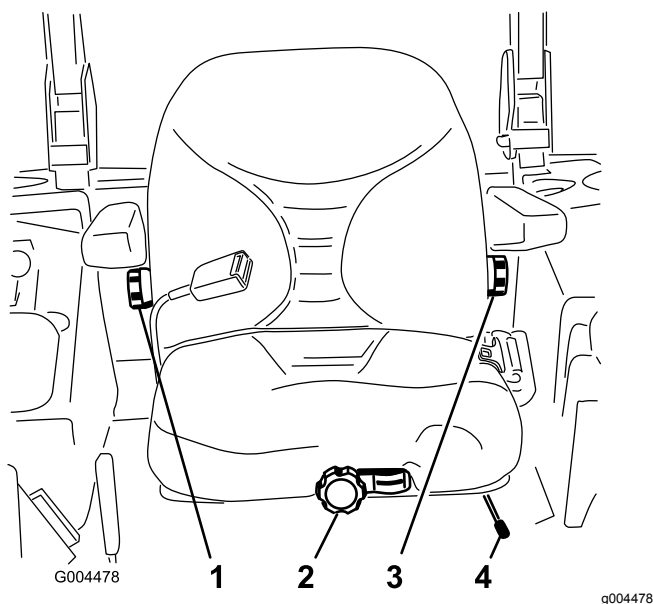

図 16
1. 調整は、レバーを横に動かしてシートのロックを解除して行います 図 16。
運転席に座らずに、座席前部にあるノブを、オペレータの体重に合わせてセットします 図 16。
調整は、右側のアームレストの下にあるノブを回して最も乗り心地が良い位置にセットします 図 16。
調整は、左側のアームレストの下にあるノブを回して最も乗り心地が良い位置にセットします 図 16。